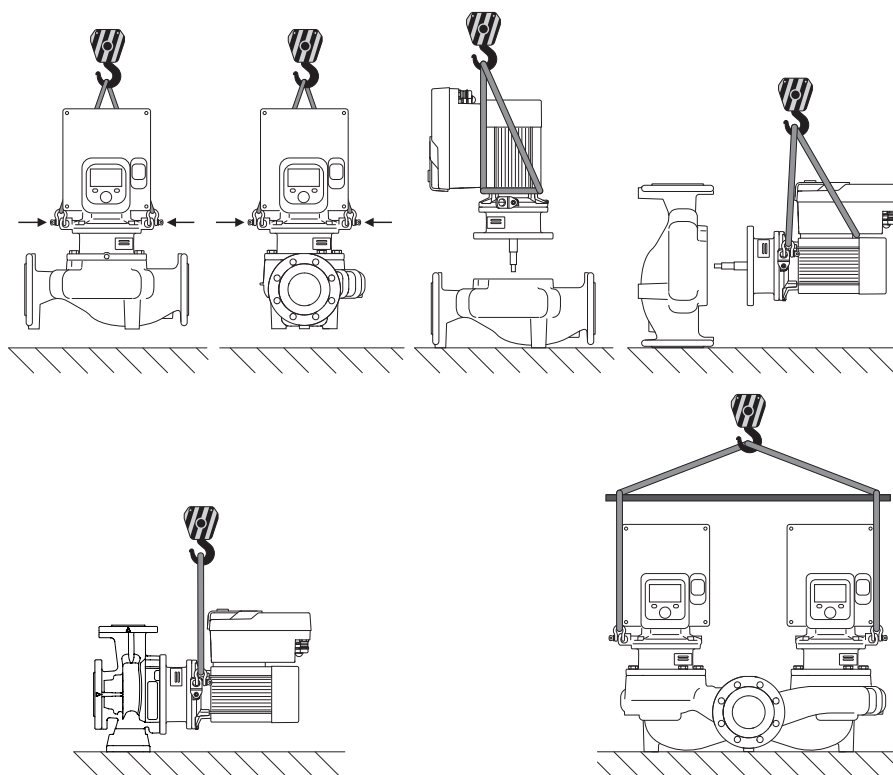

Fig. 6: Celšanas virziens
Sūkņa transportēšana jāveic ar atļautām kravas pārvietošanas piercēm (polispastu, celtņi utt.). Kravas pārvietošanas pierces jānostiprina pie motora atloka esošajām transportēšanas cilpām. Ja nepieciešams, spiediet pacelšanas cilpas zem adaptera plātes (Fig. 6).
2. Ievietojamo moduli (Fig. 4) drošības dēļ ar piemērotiem kravas pacelšanas līdzekļiem nostiprināt pie transportēšanas cilpām. Lai vienība neapgāztos, aplieciet siksnu ap motoru un elektronikas moduļa adapteri atbilstoši Fig. 6. Nostiprinot nepieļaujiet elektronikas moduļa bojāšanu.